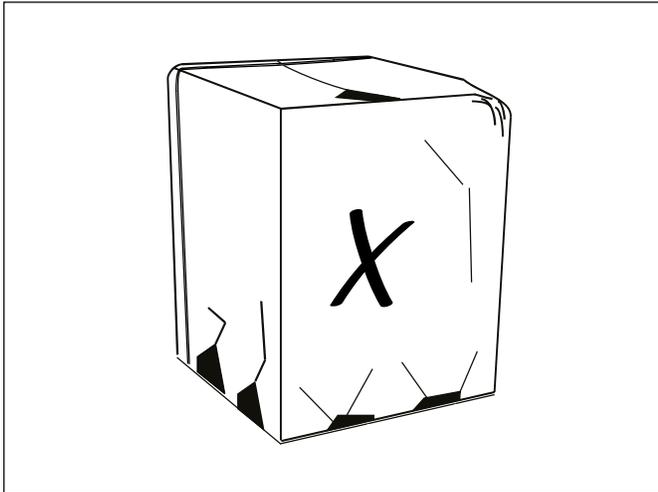

Figure 6
- ▶ Vérifiez s'il y a des dommages et le cas échéant, déclarez-les immédiatement au transporteur (fig. 6).